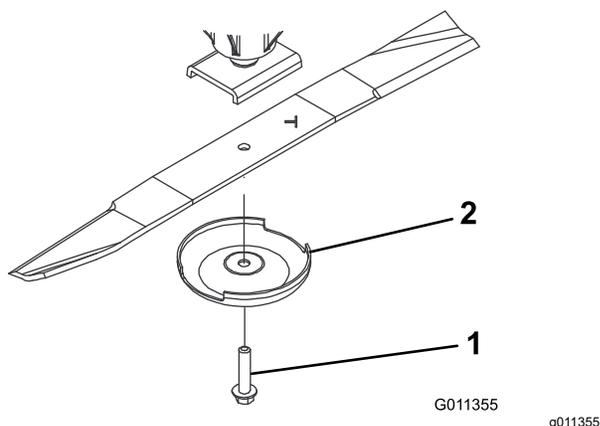

Рисунок 83
3. Снимите болт ножа, защитный колпак и нож с вала шпинделя (**Рисунок 83**).